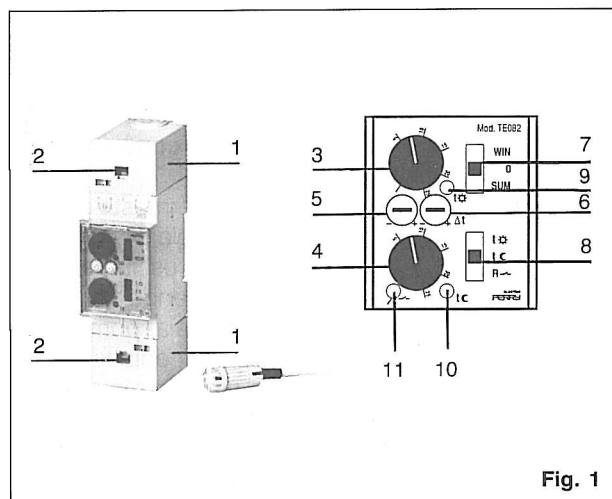
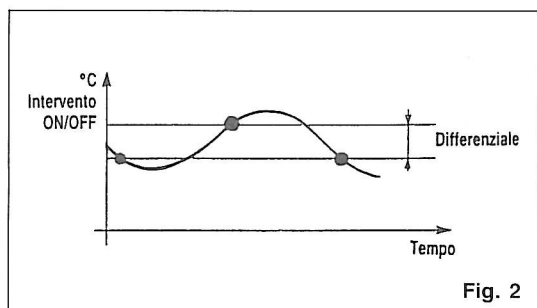

Fig. 1
Fig. 2
Il Termostato Art. TE 082 opera con la regolazione della temperatura in modo differenziale come indicato in fig. 2; la regolazione può avvenire su due differenti livelli di temperatura ambiente, selezionabili in modo manuale o automatico agendo sul commutatore 8 (fig. 1). In modo automatico si deve collegare ai morsetti 5 e 6 del termostato un contatto libero da potenziale, pilotato da un orologio o altro dispositivo di comando; lo stato di contatto chiuso seleziona il livello di temperatura riduzione, lo stato di contatto aperto seleziona il livello confort, un selettore (7 fig. 1) consente l'utilizzo del termostato per comandare un sistema di riscaldamento o di condizionamento; consente inoltre la disattivazione del carico. Nella gestione di un impianto di riscaldamento (modo inverno) il termostato mantiene inserito il carico (contatto NA del relè chiuso) sino al raggiungimento della soglia superiore di temperatura impostata (per la scala selezionata); disinserisce il carico e lo inserisce di nuovo solo quando la temperatura ambiente raggiunge la soglia inferiore (fig. 2). La differenza di temperatura tra le soglie è impostabile, per ogni scala, da 0,5 a 2,5 °C agendo sugli appositi trimmer (5-6 fig. 1).
- Impostare i valori di temperatura sulle due scale agendo sulle apposite manopole (3-4 fig. 1).
- Impostare il valore di differenziale sulle due scale, agendo sugli appositi trimmer posti su pannello frontale (5-6 fig. 1).